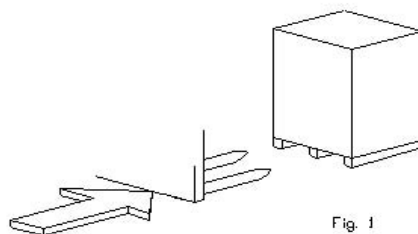

Fig. 1
4.1. Транспортировка. Аппарат следует транспортировать при помощи погрузчика с вилочным захватом, при этом вилы должны быть расположены, как показано на рис.1